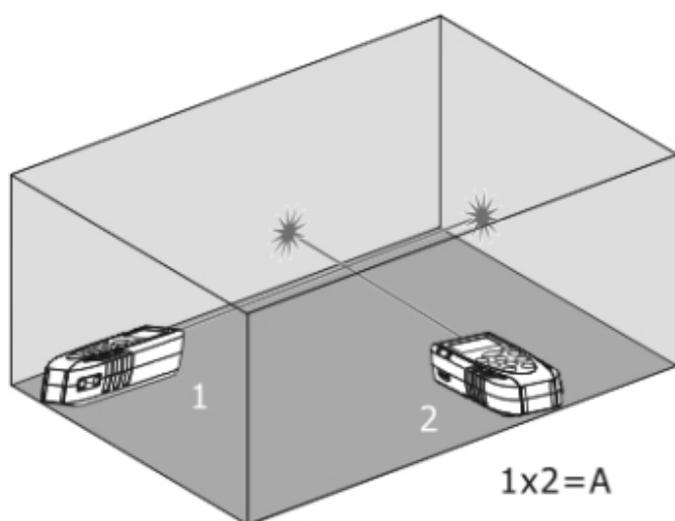

Fig. 5: Ejemplo de medida de Área
3. Pulse la tecla para realizar la primera medida (longitud) de la superficie a medir (vea Fig. 5). El valor correspondiente se inserta en la primera pantalla parcial. El símbolo "" se muestra en pantalla con el lado "2" parpadeante
4. Pulse nuevamente la tecla para realizar la segunda medida (anchura) de la superficie a medir (vea Fig. 5). El valor correspondiente se muestra en la segunda pantalla parcial mientras que el valor total del área (actualizado) se reporta en la pantalla resultante